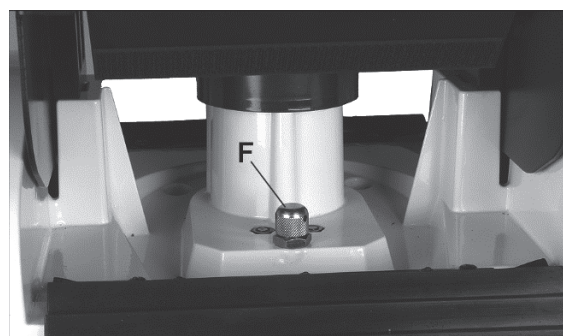

Figure 16
3. Ouvrez la protection arrière et nettoyez la zone autour du bouchon d'huile. Dévissez le bouchon d'huile (F, Figure 16) à la main et retirez le ressort.
4. Remplissez le réservoir jusqu'à ce que le niveau d'huile soit au centre du verre-regard (D).